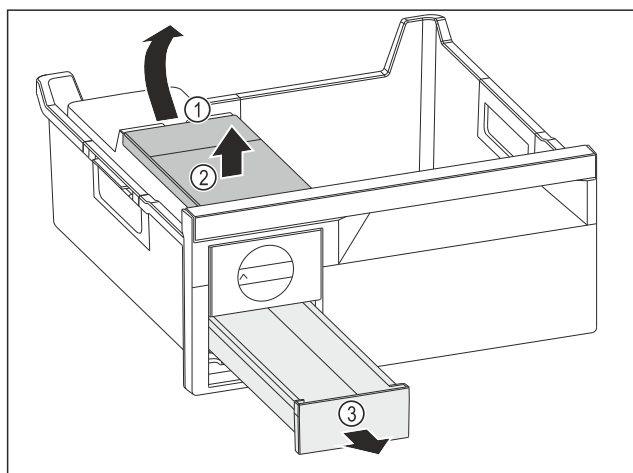

Fig. 86
- ▶ Retirez le réservoir d'eau : soulevez le réservoir d'eau hors de l'évidement Fig. 86 (1).
- ▶ Retirez le réservoir d'eau Fig. 86 (2) vers le haut.
- ▶ Retirez le compartiment à glaçons Fig. 86 (3) vers l'avant.